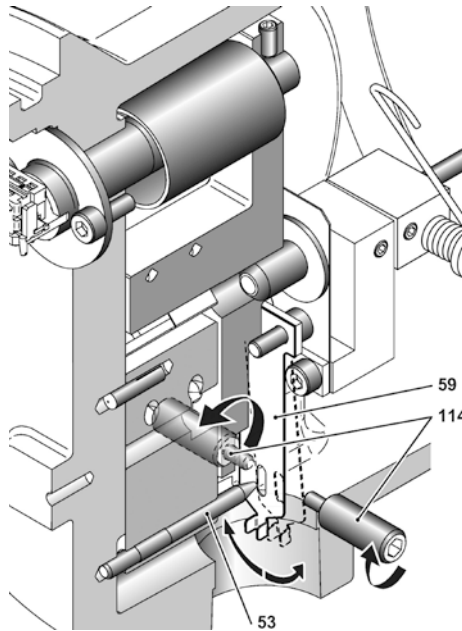

Figure18
- a. Sur le côté droit de l'appareil, ouvrir le couvercle de visite (107) pour observer le fonctionnement du mécanisme de simulation. Oter le bouchon (190) ainsi que les deux bouchons 1/8" NPT (115). Utiliser une clé Allen de 5 mm.
- b. Les références de niveau REF B et REF H seront obtenus par pression du doigt sur l'extrémité de la lamelle flexible (59) en direction du tube de torsion, jusqu'à être en appui sur les tétons des vis réglages (114). En maintenant la pression, faire glisser la lamelle flexible (059) sur les tétons, à gauche ou à droite vers la butée à régler (figure 18).